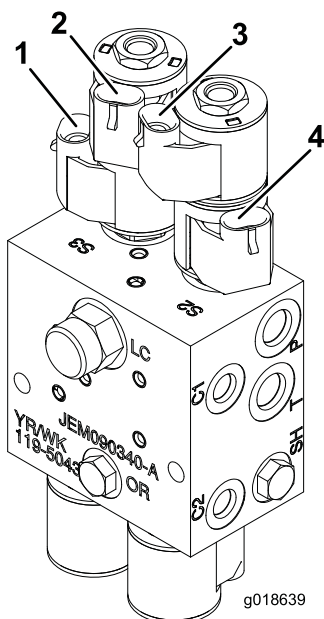

Figura 22
8. Ligue os conectores *Left Boom/Up*; *Left Boom/Down* na cablagem eléctrica às válvulas de solenóide no bloco hidráulico (Figura 22).